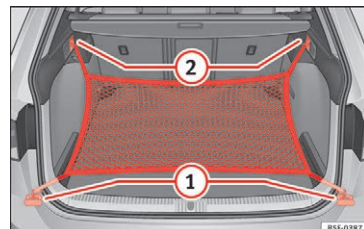

Fig. 178 I bagagerummet: øjer (1) og kroge (2) til fastgørelse af bagagenet (modellen LEON ST)
- Hægt bagagenettets korte kroge i fastgørelsesøjerne »» Fig. 178 ① »» ⚠. Bagagenettets lynlås skal vende opad.
- Fastgør fastspændingsbåndene i tasketrogene ②.